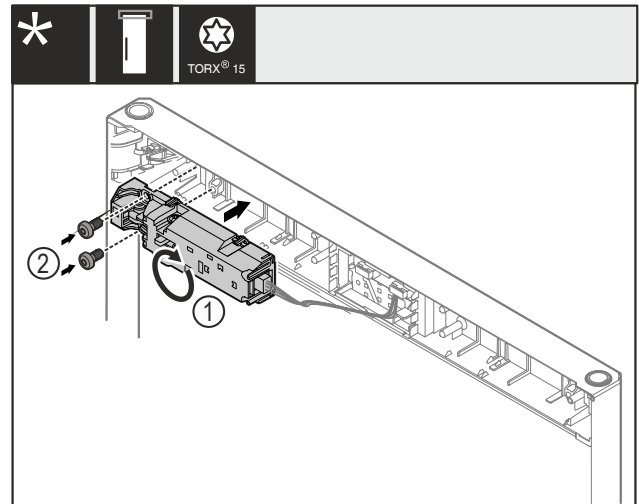

Fig. 22
- Tourner la fermeture Fig. 22 (1) de 180° et la fixer sur le côté opposé.
- Fixer la fermeture Fig. 22 (1) avec les vis Fig. 22 (2).